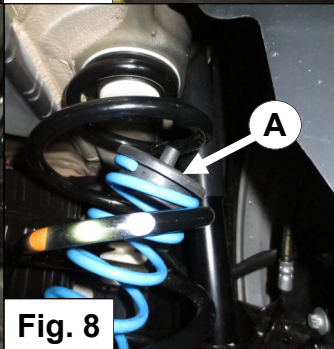

Fig. 8
10. Fit the upper spring seat A on the auxiliary spring C and turn the auxiliary spring all the way into the main spring. See Figure 8.
10. Stellen Sie den obere Federteller A auf der Hilfsfeder C und drehen Sie die Hilfsfeder C völlig in der Hauptfeder. Siehe Abbildung 8.
10. Placez la coupelle supérieure A sur le ressort auxiliaire C et serrer le ressort auxiliaire C complètement dans le ressort principal. Voir figure 8.